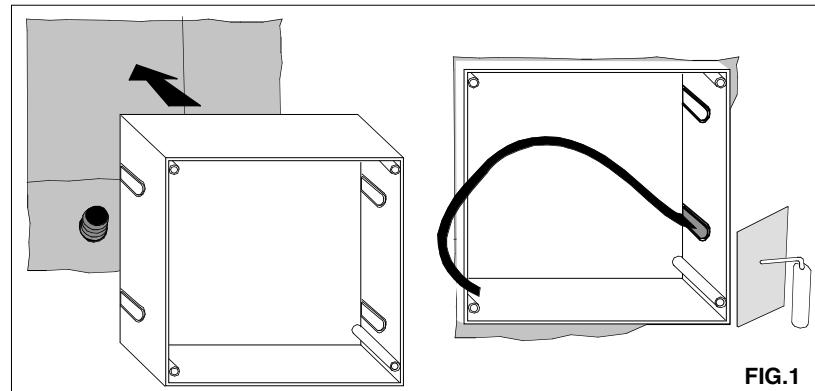

FIG.1
- Immurare la cassetta di alloggiamento.(FIG.1)
- Wall up the housing.(FIG.1)
- Encaster le pot d'encastrement.(FIG.1)
- Das Gehaeuse einmauern.(FIG.1)